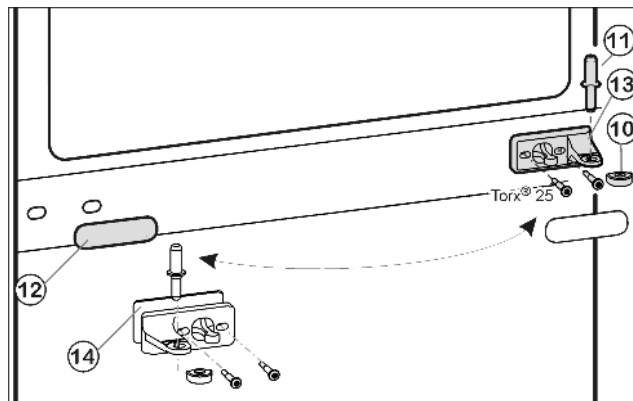
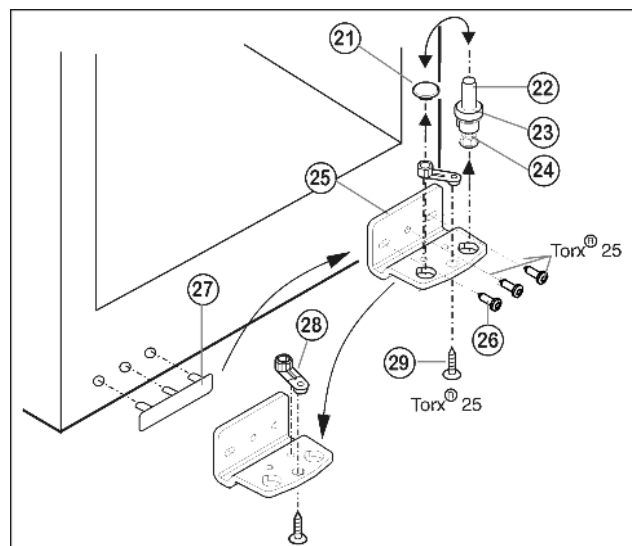

Fig. 8
Fig. 9
- ▶ Вытащите из опорного кронштейна и нижней дверцы средний опорный винт Fig. 8 (11).
- ▶ Снимите пластмассовый колпачок Fig. 8 (10).
- ▶ Открутите средний опорный кронштейн Fig. 8 (13) (2 шт. Torx® 25).
- ▶ Осторожно снимите накладку Fig. 8 (12).
- ▶ Прикрутите средний опорный кронштейн Fig. 8 (13) с подкладкой Fig. 8 (14) с поворотом на 180° на новую сторону шарнира (**с моментом 4 Нм**).
- ▶ Защелкните накладку Fig. 8 (12), повернув на 180°, на стороне, где теперь будет ручка.
- ▶ Извлеките опорный винт Fig. 9 (22) в комплекте с шайбой Fig. 9 (23) и регулируемой опорой Fig. 9 (24), вытягивая его вверх.
- ▶ Снимите пробку Fig. 9 (21).
- ▶ Открутите Fig. 9 (26) опорный кронштейн Fig. 9 (25).
- ▶ Открутите Fig. 9 (29) опорную деталь Fig. 9 (28) и, переставив в отверстие на противоположной стороне опорного кронштейна, снова прикрутите.
- ▶ Осторожно снимите и переставьте на противоположную сторону крышку со стороны ручки Fig. 9 (27).
- ▶ Снова прикрутите опорный кронштейн Fig. 9 (25) на новой стороне шарнира (**с моментом 4 Нм**). При необходимости используйте аккумуляторный шуруповерт.
- ▶ Переставьте пробку Fig. 9 (21) в свободное отверстие.
- ▶ Вновь установите опорный винт Fig. 9 (22) в комплекте с шайбой и регулируемой опорой. При этом фиксатор должен быть направлен назад.
- ▶ Установите нижнюю дверцу сверху на нижний опорный винт *Fig. 9 (22)*.
- ▶ Снова наденьте пластмассовый колпачок *Fig. 8 (10)* на средний опорный кронштейн *Fig. 8 (13)*.
- ▶ Вставьте средний опорный винт *Fig. 8 (11)* на новой стороне шарнира через средний опорный кронштейн *Fig. 8 (13)* в нижнюю дверцу.
- ▶ Установите верхнюю дверцу на средний опорный винт *Fig. 8 (11)*.
- ▶ При необходимости выровняйте дверцы через два продольных паза в нижнем опорном кронштейне *Fig. 9 (25)* и среднем опорном кронштейне *Fig. 8 (13)* параллельно корпусу устройства. Для этого выкрутите средний винт на нижнем опорном кронштейне *Fig. 9 (25)*.